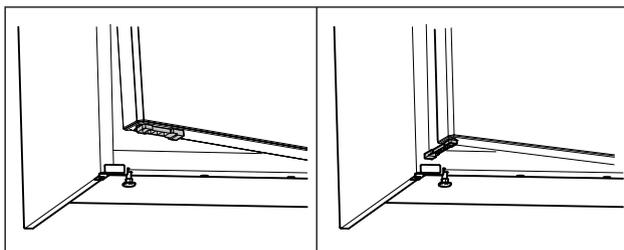

Fig. 59 *
- ▶ Ruotare il limitatore di apertura della porta di 90°. (vedere Fig. 59) *